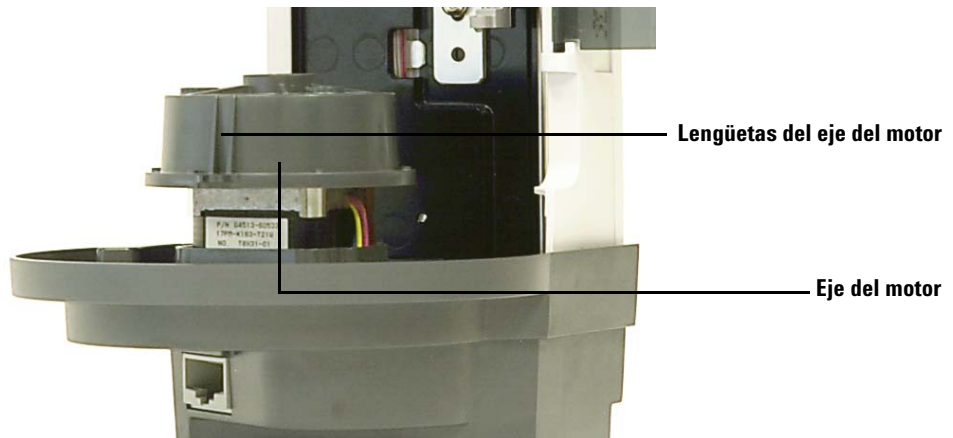

Figura 98 Lengüetass del eje del motor hacia fuera
- 9 Gire el eje del motor de manera que las lengüetas queden hacia fuera (Figura 98).